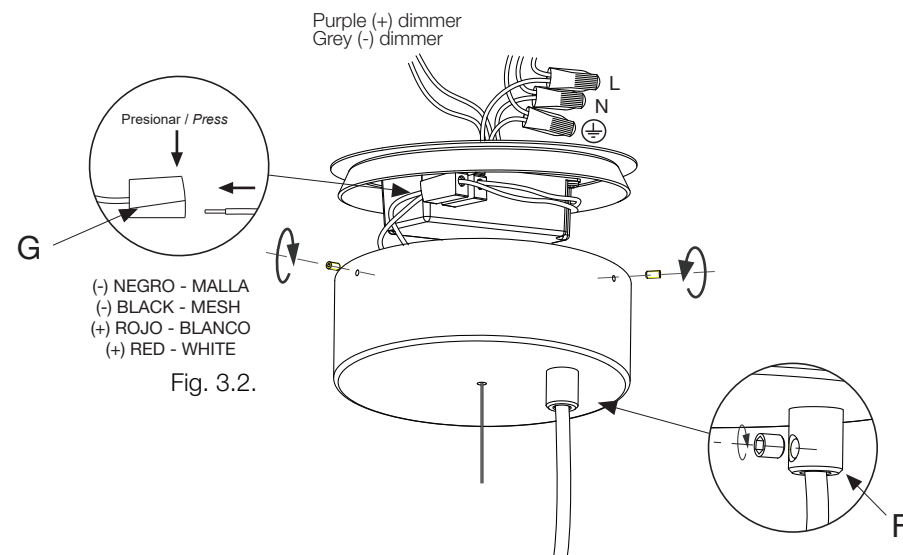

Fig. 3.2.
- 2.2. Das Elektrokabel durch das Öffnung der Kreuzblume führen. Das Elektrokabel über die Schraube der Kabelpresse sichern (D). Stellen Sie den elektrischen Anschluss des LEDs mit den Steckverbindern (E) wie in Abb. 3.2. dargestellt her.
- 3.2. Pasar el cable eléctrico a través del agujero del florón. Asegurar el cable eléctrico utilizando el prensacables (F). Hacer la conexión eléctrica del LED con los conectores (G) como se muestra en la Fig. 3.2.